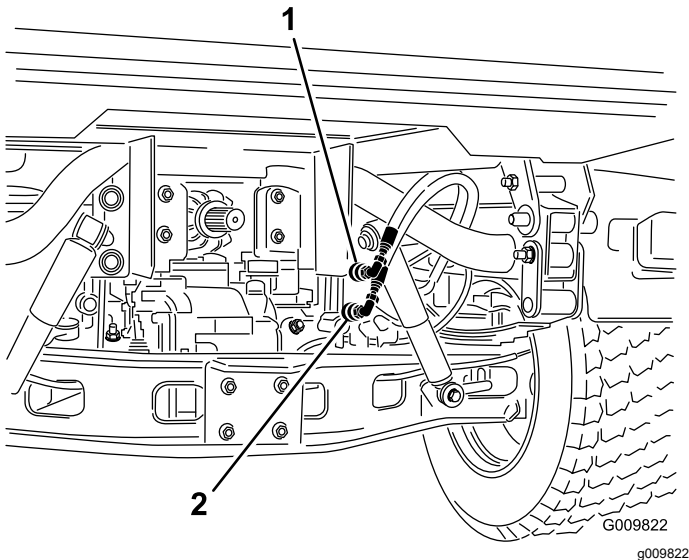

Bild 71
- Schließen Sie an beiden Maschinen die zwei Schnellkupplungsschläuche von den Schläuchen ab, die an der Schnellkupplungshalterung befestigt sind (Bild 71).